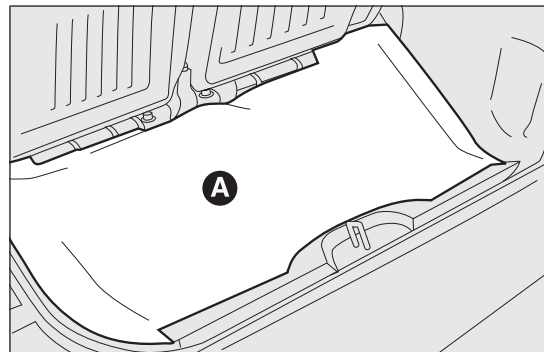

fig. 112
- soulever le tapis de sol du coffre à bagages A fig. 112